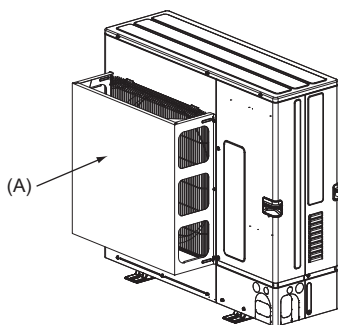
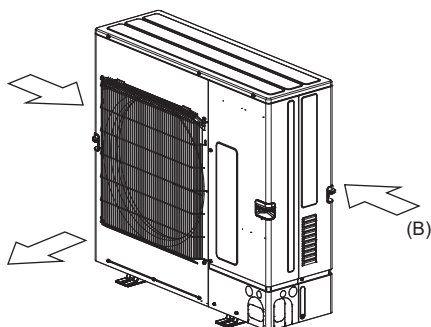

Abb. 2-5
Abb. 2-6
- (2) Bringen Sie eine optionale Windschutzführung an, falls das Gerät an einem Ort installiert ist, an dem starker Wind wie etwa von einem Orkan usw. direkt in den Luftauslass eindringen kann. (Abb. 2-5)
- (A) Windschutzführung
- (3) Bringen Sie die Anlage so an, dass die Abluft aus der Luftaustrittsöffnung im rechten Winkel zu derjenigen Richtung geführt wird, aus der saisonal bedingt starker Wind bläst. (Abb. 2-6)
- (B) Windrichtung